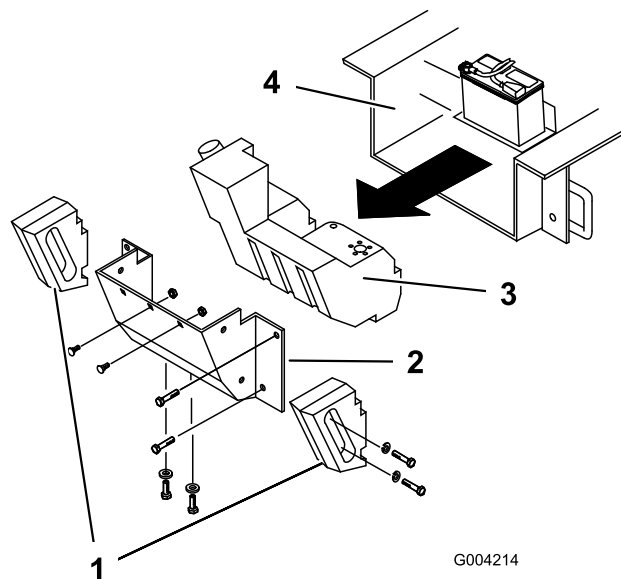

Figura 56
Con el tiempo, el chasis debajo del motor acumula suciedad y residuos que deben ser eliminados. Abra el capó e inspeccione frecuentemente la zona debajo del motor con una linterna. Cuando la acumulación de residuos llegue a 2,5–5 cm de grosor, complete el procedimiento siguiente (consulte Figura 56 para todo este procedimiento):
4. Retire los pernos, las arandelas y las arandelas de freno que fijan los dos contrapesos laterales, y retire los contrapesos (Figura 56).
7. Retire las seis tuercas y los pernos que fijan el panel trasero, y retire el panel (Figura 56).
10. Deslice el depósito de combustible hacia atrás (Figura 56).
16. Introduzca el depósito de combustible parcialmente en el chasis (Figura 56).
21. Vuelva a colocar el panel trasero y fíjelo con los seis pernos y las tuercas que retiró anteriormente (Figura 56).
23. Instale los contrapesos laterales con los pernos, las arandelas y las arandelas de freno que retiró anteriormente (Figura 56).